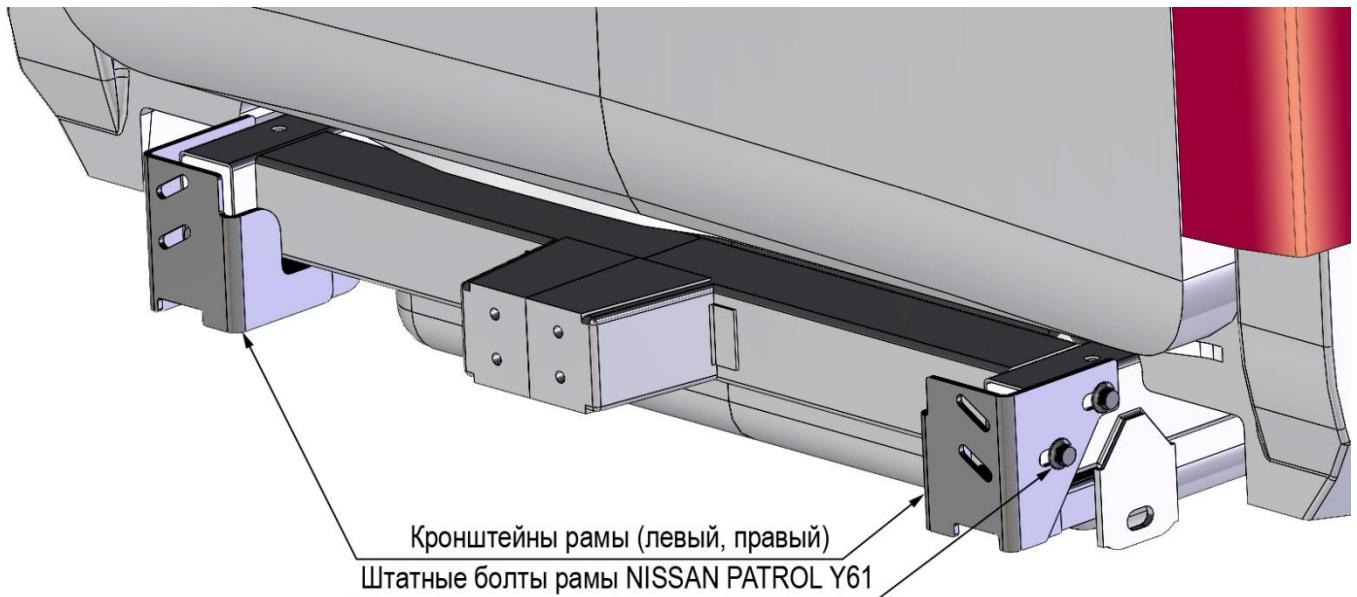

Рис.9 Установка кронштейнов рамы.
- Далее устанавливаем кронштейны бампера как показано на рис.9 левый и правый соответственно. Установку кронштейнов производить штатными болтами M14 (остались после снятия защиты штатного пластикового бампера). БОЛТЫ НЕ ПРИТЯГИВАТЬ ДО КОНЦА! Кронштейн должен свободно ходить по трубе рамы. Это необходимо сделать для последующей регулировки бампера при установке.